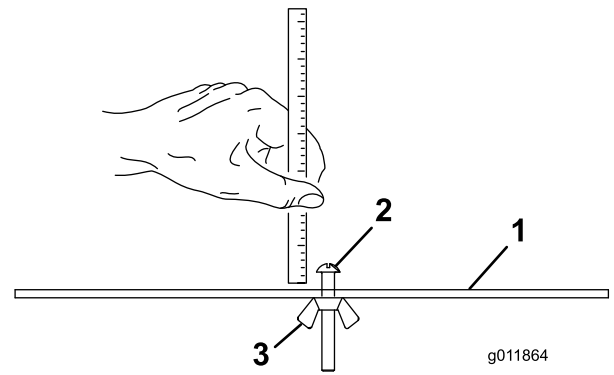

Bild 15
2. Lösen Sie die Mutter an der Messleiste (Bild 15) und stellen die Stellschraube auf die gewünschte Schnitthöhe ein.